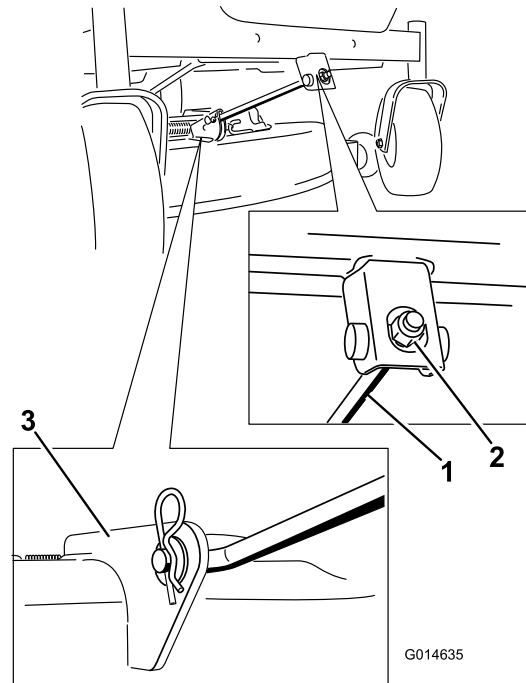

Figura 58
4. Retire la chaveta de la varilla de sujeción delantera y retire la varilla del soporte de la carcasa (Figura 58).
- Conecte la varilla de sujeción delantera a la carcasa de corte con el pasador y la chaveta (Figura 58).